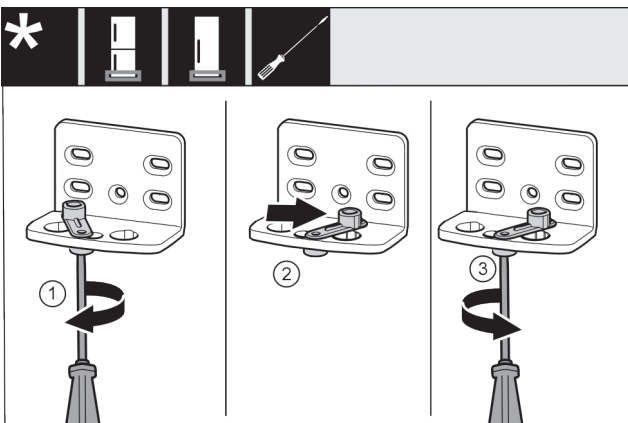

Fig. 28
- ▶ Lazán tekerje be a csavart Fig. 28 (1) csavarhúzóval.
- ▶ Emelje meg az ajtó záródását segítő egységet Fig. 28 (2), és 90°-kal jobbra forgatva tekerje be a furatba.
- ▶ Húzza meg a csavart Fig. 28 (3) csavarhúzóval.